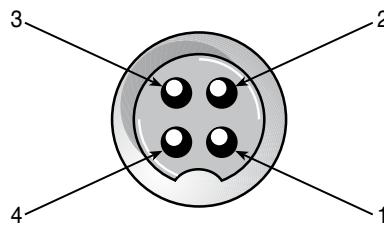

Fig 4.Prise microphone vue de l'arrière
5. Les fils doivent être soudé aux broches comme indiquées précédemment dans le tableau de câblage. Si un étaux est disponible ou une troisième main il est conseillé de l'utiliser afin d'avoir les deux mains disponible pour souder. Si aucune aide n'est disponible il est possible de garder le réceptacle de broche stable en l'introduisant légèrement dans la prise micro du poste. Le numéro des broches de la prise microphone est indiqué dans la Fig. 4 de l'arrière de la prise. Avant de souder les câbles pré étamé les broches du connecteur.